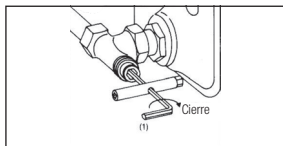

Fig. 3 Cierre del detentor
2. Cierre la válvula girando una llave de 6 mm (1) hacia la derecha (fig. 3).
2. Cierre la válvula girando una llave de 6 mm (1) hacia la derecha (fig. 3)